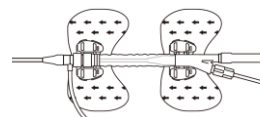

図 7. IABP 固定具使用による固定
- (9) シースキャップについての翼部および分岐部についての翼部に患者に縫合または IABP 固定具を用いて固定する。(図 7 参照)